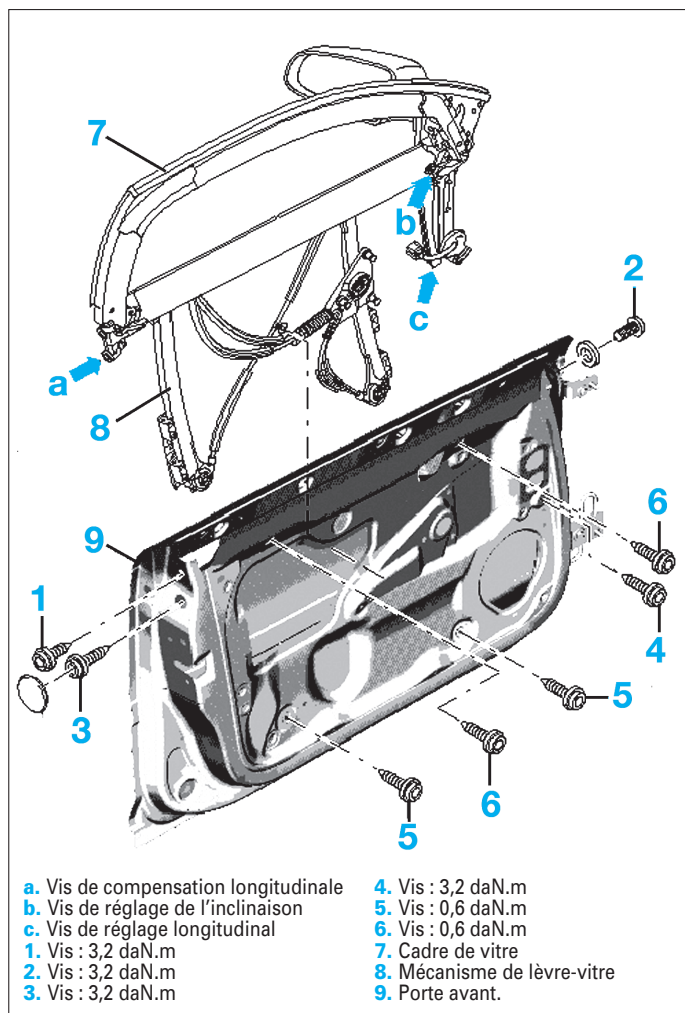

FIG. 56
• Déposer les vis (1 à 6) (Fig.56).